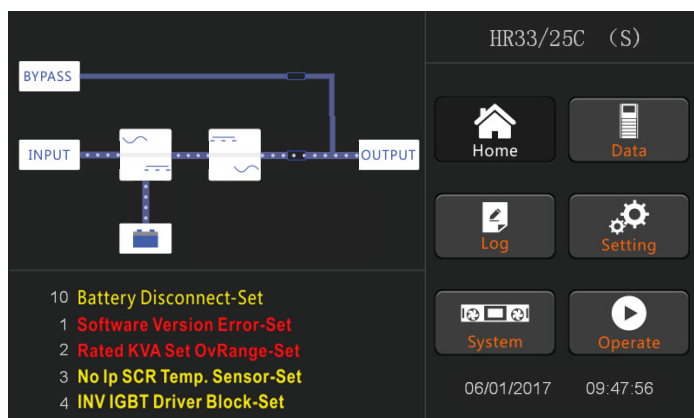

Рисунок 5.5. Нормальный режим работы ИБП
8. Замкнуть внешний выключатель АКБ, после чего начнётся их заряд. ИБП перейдёт в нормальный режим работы (см. Рисунок 5.5).